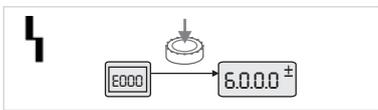

Fig. 30 : Mode Menu Cas de défaut
**En cas de défaut :** en cas de défaut, le numéro de menu <6.0.0.0> s'affiche (fig. 30).